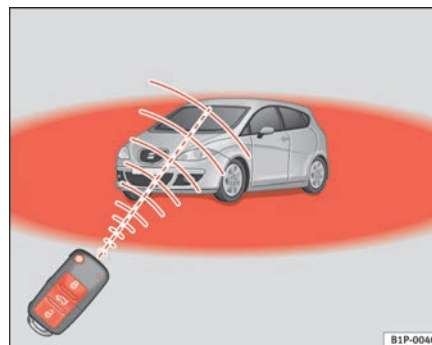

Abb. 64 Wirkungs-
- Die Funkfernbedienung funktioniert nur, wenn Sie sich im Wirkungsbereich befinden ⇒ Seite 103, Abb. 64 (rote Fläche).